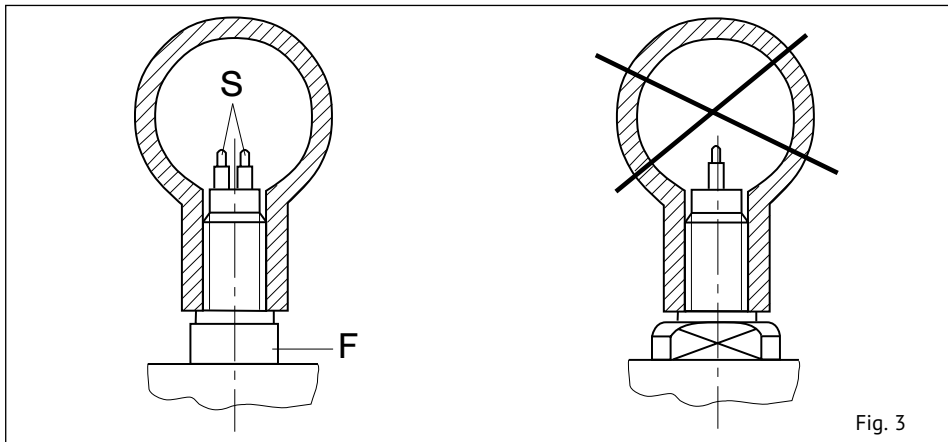
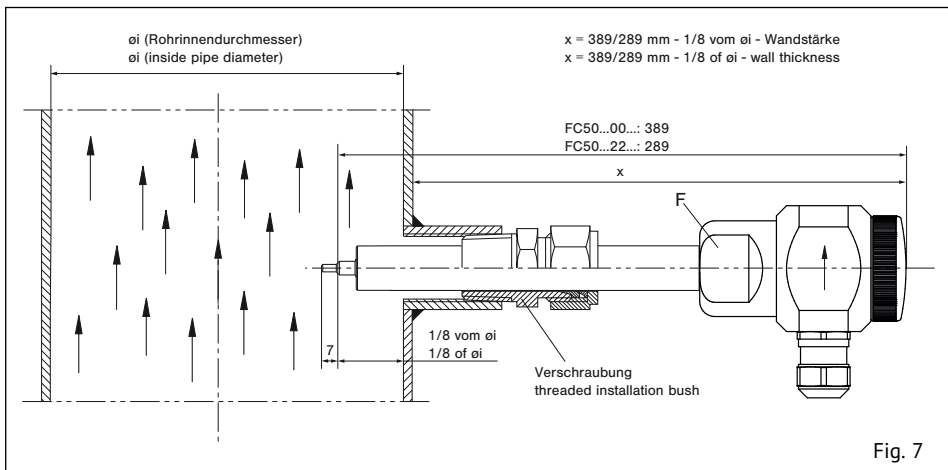

Fig. 3
Fig. 7
- Die Messfühler (S) müssen nebeneinander im Rohr liegen (siehe Fig. 3):
- The two sensors (S) must be side by side across the direction of flow (see fig. 3):
Die beiden Messfühler (S) müssen im eingebauten Zustand nebeneinander im Strömungsmedium liegen. Dies ist der Fall, wenn die Schlüsselansatzflächen (F) parallel zur Rohrleitung stehen (siehe Fig. 3). Bis 56 mm Rohrinne Durchmesser muss der Einschraubstutzen bündig mit der Rohrinne wand sein. Größer 56 mm Rohrinne Durchmesser muss die Fühlermitte (schräger Absatz) auf 1/8 des Rohrinne Durchmessers eingeschraubt werden. Der Pfeil (Laserbeschriftung) an der Seite des Gehäuses muss in Strömungsrichtung zeigen (siehe Fig. 5).
The two sensors (S) must be aligned side by side directly across the direction of flow. The sensors are correctly positioned when the wrench flats (F) are aligned parallel with the pipe (see fig. 3). For inside pipe diameters up to 56 mm (2.2 in) the shaft end must be in line with the inner pipe wall. For inside pipe diameters above 56 mm (2.2 in) the shoulder of the two sensors (7 mm (0.28 in) from the tip) must be positioned at 1/8 of inside pipe diameter $\varnothing i$. The arrow (laser marking) at the side of the housing must show in direction of flow (see fig. 5).
Die beiden Messfühler (S) müssen im eingebauten Zustand nebeneinander im Strömungsmedium liegen. Dies ist der Fall, wenn die Schlüsselansatzflächen (F) parallel zur Rohrleitung stehen (siehe Fig. 3). Die Fühlermitte (schräger Absatz) muss bei 1/8 des Rohrlinndurchmessers positioniert werden. Der Pfeil (Laserbeschriftung) an der Seite des Gehäuses muss in Strömungsrichtung zeigen (siehe Fig. 7).
The two sensors (S) on the flow meter must be aligned side by side directly across the direction of flow. The sensors are correctly positioned when the wrench flats (F) are aligned parallel with the pipe (see fig. 3). The shoulder of the two sensors (7 mm (0.28 in) from the tip) must be positioned at 1/8 of inside pipe diameter $\varnothing i$. The arrow (laser marking) at the side of the housing must show in direction of flow (see fig. 7).